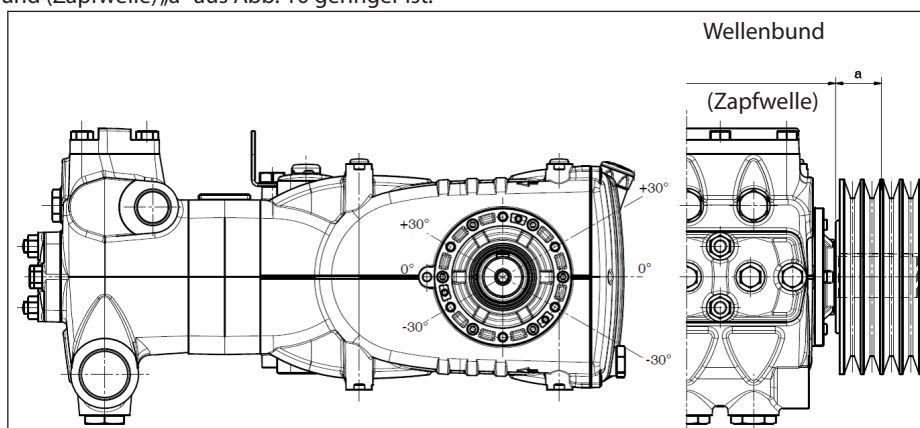

Abb. 10
Der Antrieb gilt als richtig bemessen, wenn die Belastung bei einem maximalen Abstand $a=40$ mm vom Wellenbund (Zapfwelle) angewandt wird, siehe Abb. 10.
- b) Verwenden Sie Hochleistungsriemen - zum Beispiel **XPB** statt **SPB** - da hierbei weniger Riemen bei gleicher Leistungsübertragung benötigt werden und der Abstand zum Wellenbund (Zapfwelle) „a“ aus Abb. 10 geringer ist.